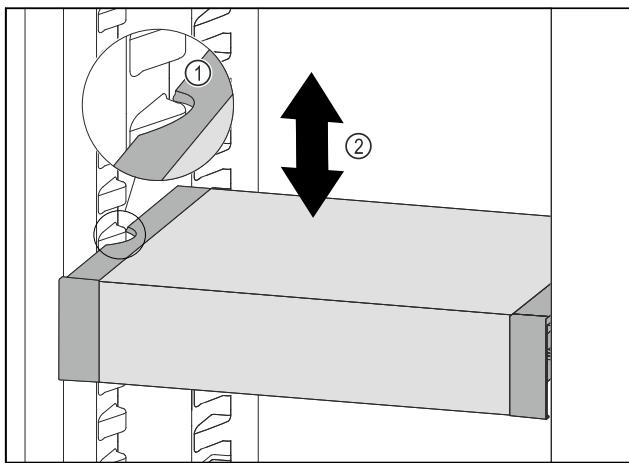

Fig. 97
- Потягнути VarioSafe вперед, поки бокові заглиблення VarioSafe не опиняться на рівні ребра для резервуара в охолоджувальному відділенні. Fig. 97 (1)
- Пересувайте VarioSafe вгору або вниз в охолоджувальному відділенні до тих пір, поки не досягнете бажаної висоти. Fig. 97 (2)